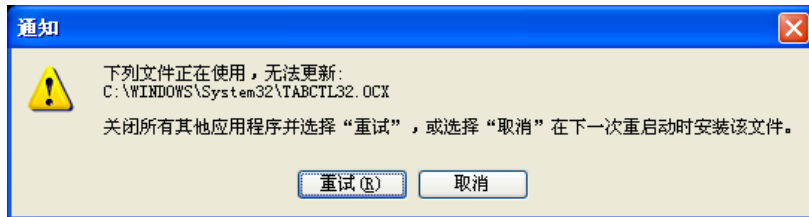

图 2.3.4 监控软件安装特殊情况
3) 安装过程中若遇到图 2.3.4 所示情况，可以选择【取消】，继续安装。